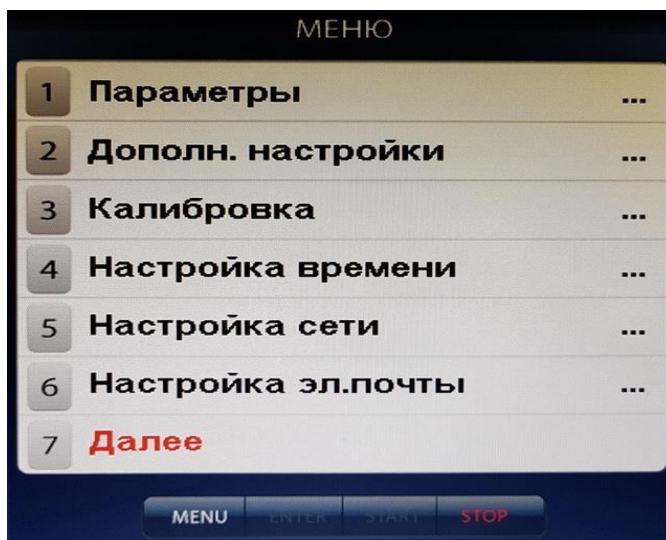
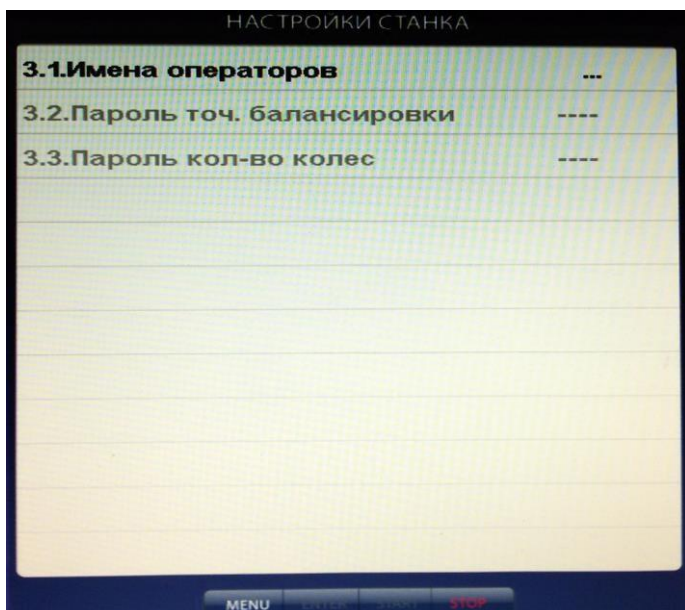
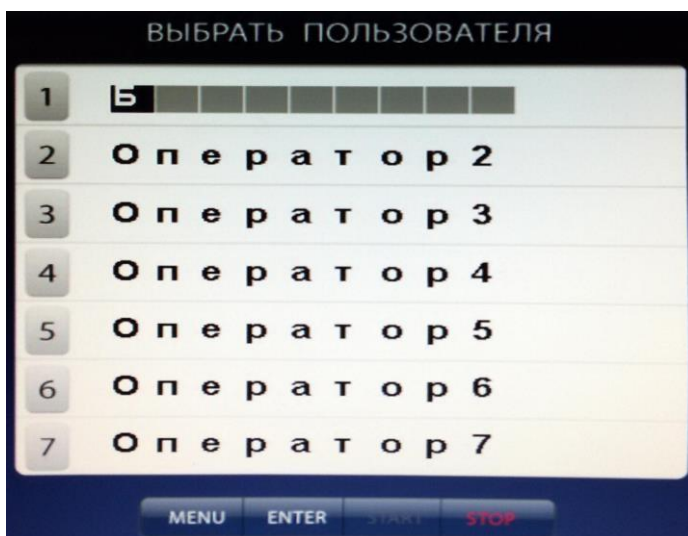

Рис.17.1
Рис. 17.2.
Рис. 17.3.
На экране появится окно MENU, нажмите кнопку 7 «Далее» на экране появится окно второй страницы MENU (рис.17.1). Выберите «Дополн. настройки», нажав кнопку 2, на экране откроется окно «Настройки станка» (рис.17.2). Нажмите кнопку 1 «Имена операторов» на экране откроется окно «Выбрать пользователя» со списком операторов, (рис.17.3).
17.3.1. Нажмите кнопку «MENU». На экране появится окно MENU, нажмите кнопку 1 «Выбрать пользователя» на экране появится окно «Выбрать пользователя» со списком задействованных операторов (рис.17.3).
19.1. Балансировочный станок, при подключении к сети Интернет, позволяет отправлять письмо на электронную почту с информацией о работе станка. Для этого необходимо подключить станок кабелем Ethernet категории 5е длиной не более 75 м. Разъем Ethernet находится на задней стенке станка. Необходимо выполнить настройки времени, сети, и электронной почты. Для этого нажмите кнопку «MENU». На экране появится окно MENU (рис.16.1), нажмите кнопку 7 «Далее» на экране появится окно второй страницы MENU (рис.17.1)